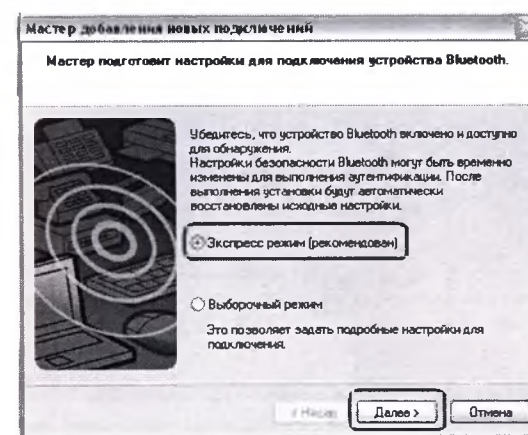

Рис. 11
9. Выберите «Экспресс-режим (рекомендован)» для поиска клавиатуры и нажмите кнопку «Далее» (рис. 11). Подождите несколько секунд, пока будет выполняться поиск.
9. Выберите «Экспресс-режим (рекомендуван)» для поиска клавиатуры и нажмите кнопку «Далее» (рис. 11).
10. Выберите «Экспресс-режим (рекомендуван)» для поиска клавиатуры и нажмите кнопку «Далее» (рис. 11).
11. Выберите «Экспресс-режим (рекомендуван)» для поиска клавиатуры и нажмите кнопку «Далее» (рис. 11).